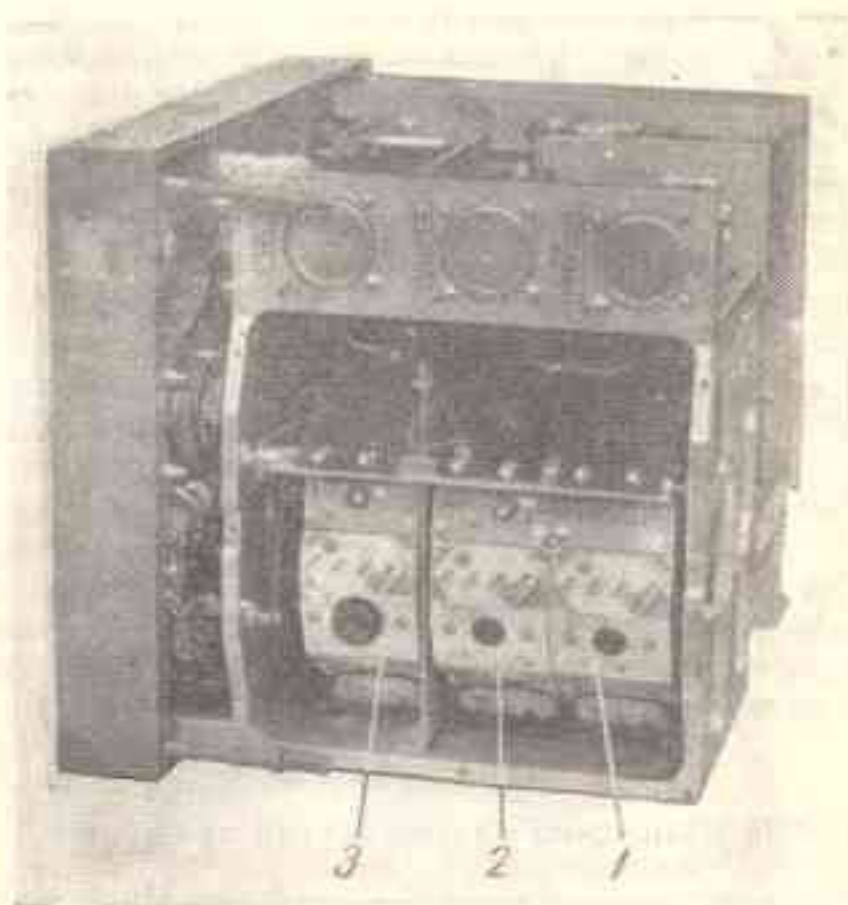

Рис. 4. Радиоприемник Р-311 (вид со стороны блока высокой частоты):
2. Блок высокой частоты (рис. 4) смонтирован на литом из алюминиевого сплава каркасе. Блок высокой частоты имеет: все высокочастотные и гетеродинные контуры, установленные в литых ячейках и образующие так называемый «барaban», служащий переключателем поддиапазонов; блок конденсаторов переменной емкости; панели для ламп усилителя напряжения высокой частоты
Блок высокой частоты (рис. 4) состоит из литого кар-